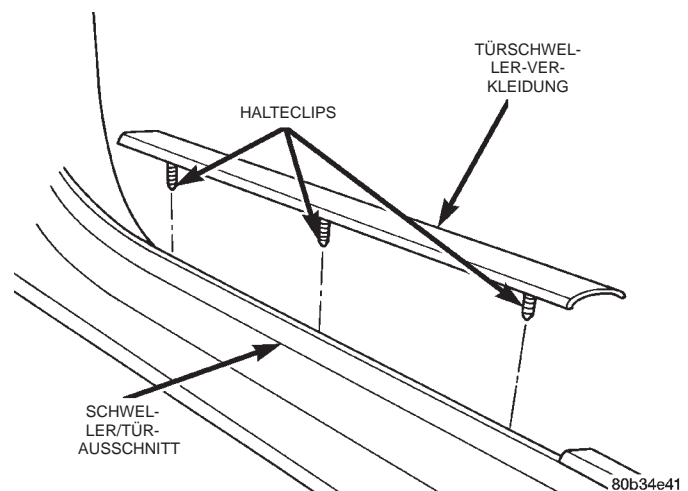

Abb. 24 Türschweller-Verkleidung
- (1) Halteclips lösen, mit denen die Türschweller-Verkleidung am Schwellerblech befestigt ist (Abb. 24).
- (2) Türschweller-Verkleidung vom Fahrzeug abnehmen.